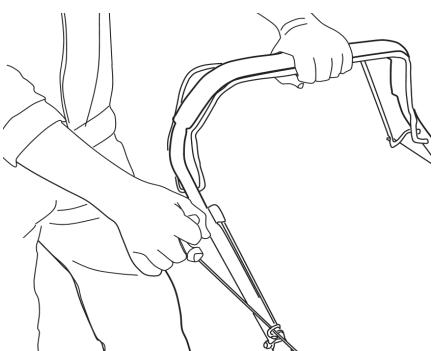

Fig.11
- Tirare la leva del freno verso il manico e tenerla in posizione durante l'accensione del motore. Tenerla premuta durante l'uso (Fig. 11).
- Tirare la leva del freno verso il manico e tirare l'impugnatura dell'avviamento a strappo per accendere il motore (Fig. 11).